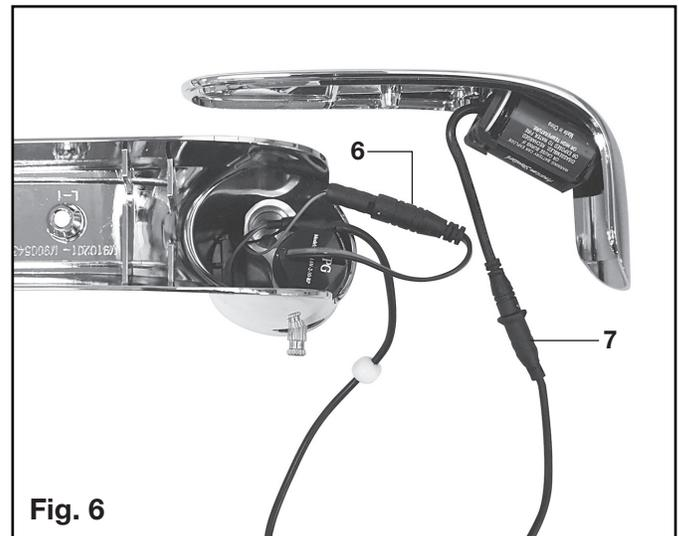

Fig. 6
PARA LLAVES COMPRADAS DESPUÉS DE OCTUBRE 2019 (FIG. 6)
1. Retire el TORNILLO DE LA TAPA (1) y retire la TAPA (15).
2. Desconecte los CABLES DEL SENSOR (6) y (7) de la BATERÍA y la VÁLVULA DEL SOLENOIDE. (Fig. 6)